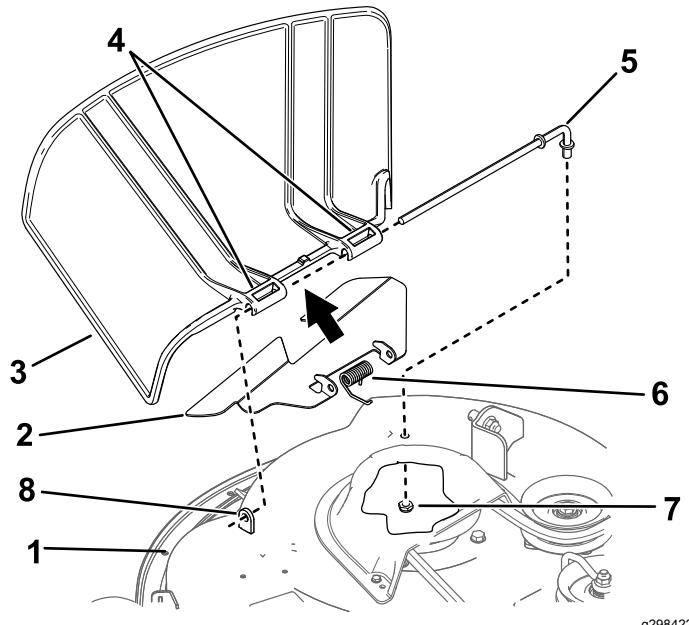

Figura 71
1. Retire la tuerca ($\frac{3}{8}$ ") de la varilla debajo del cortacésped (Figura 71).
2. Deslice la varilla para sacarla del separador corto, el muelle, el deflector y el deflector de hierba (Figura 71).
4. Instale el deflector de hierba y el deflector nuevos (Figura 71).
7. Deslice la varilla a través del deflector y el segundo soporte del deflector de hierba (Figura 71).
9. Sujete el extremo trasero de la varilla en el cortacésped con una tuerca ($\frac{3}{8}$ "), como se muestra en la Figura 71.